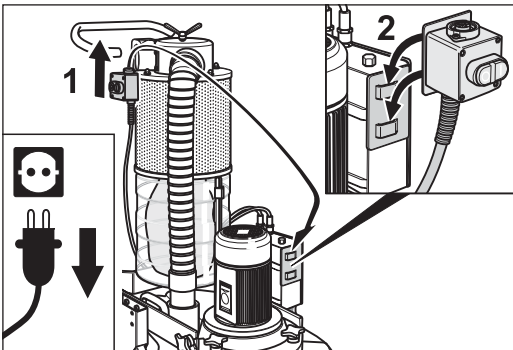

Abb. 68 Den Ein-/Aus-Schalter am Fahrgestell aushängen (1) und in die Transporthalterung am Schaltkasten einhängen (2).
- 4 Hängen Sie den Ein-/Aus-Schalter am Fahrgestell aus (Abb. 68, 1) und in die Transporthalterung am Schaltkasten ein (Abb. 68, 2).